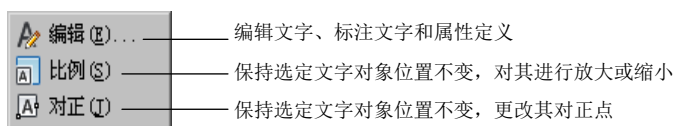

图 7.2.1 子菜单
- 选择下拉菜单 **修改(M)** → **对象(O)** → **文字(T)** 命令，系统弹出图 7.2.1 所示的子